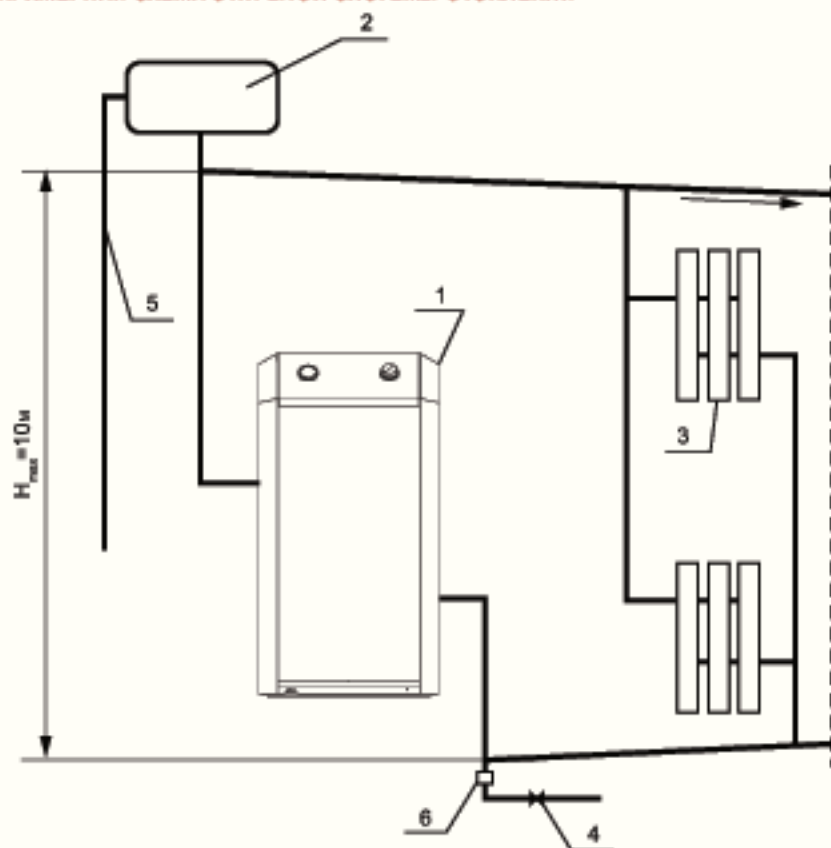

Рис. 2.
- 6.7. Расширительный бак устанавливается в верхней точке главной о стояки, желательно в отапливаемом помещении. Запрещается устанавливать вентиль на сигнальной трубе (см. рис. 2, 3).